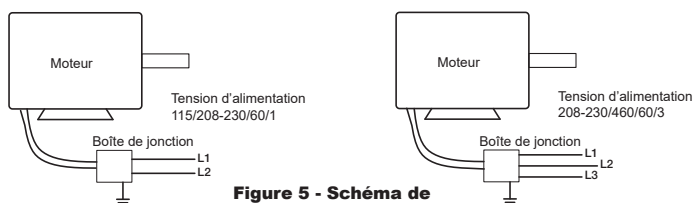

Figure 5 - Schéma de câblage typique
11. Poser et câbler le sectionneur de sécurité sous le capot de moteur. Câbler les commutateurs de commande au niveau du sol. Voir la Figure 5.